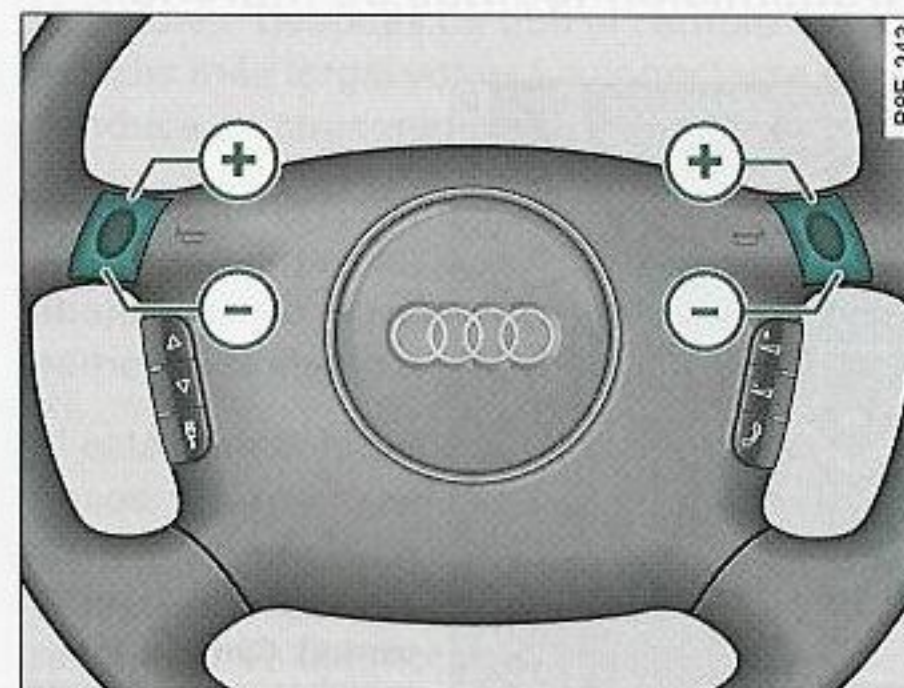

Fig. 160 Volante deportivo: Mandos del tiptronic
- Pulse brevemente una de las teclas de selección en la parte superior ⇒ fig. 160 (+).
- Pulse brevemente una de las teclas de selección en la parte inferior ⇒ fig. 160 (-).